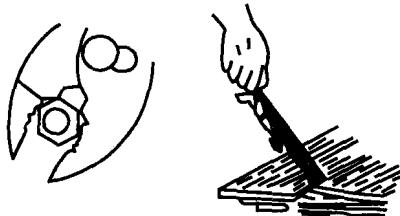

图 2-4 钳子的错误使用方式
- (1) 使用前应擦净钳子上的油污，以免操纵时滑脱。
- (2) 使用时必须将工件夹牢后、再用力切割或扭弯。
- (3) 不能用钳子代替扳手拆装螺栓或螺母，也不能用钳子柄当撬棒使用，如图 2-4 所示。以免损坏零件和钳子。